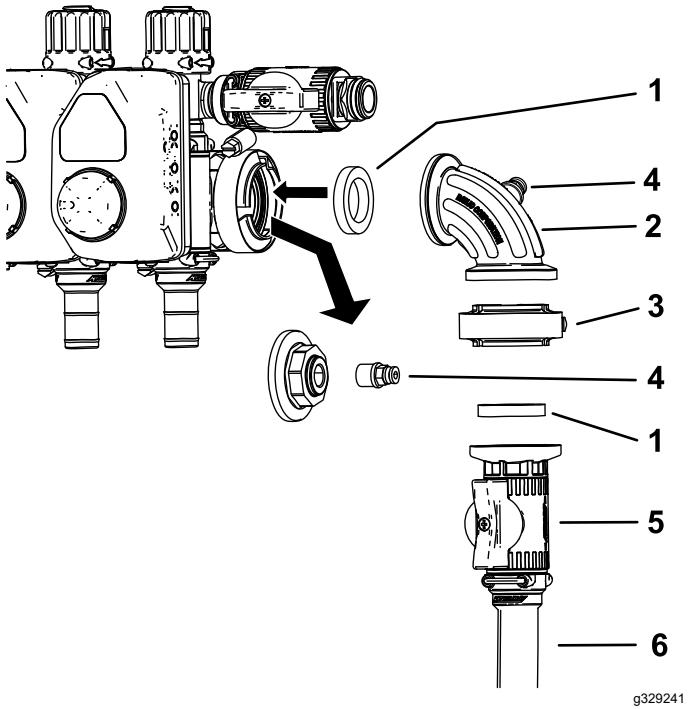

Bild 21
9. Nehmen Sie den Deckel und die Kupplung vom Druckmanometeranschluss ab (Bild 21).
10. Montieren Sie das Regelventil, wie in Bild 21 abgebildet.
11. Bauen Sie die Kupplung in den offenen Anschluss am 90-Grad-Anschlussstück ein (Bild 21).